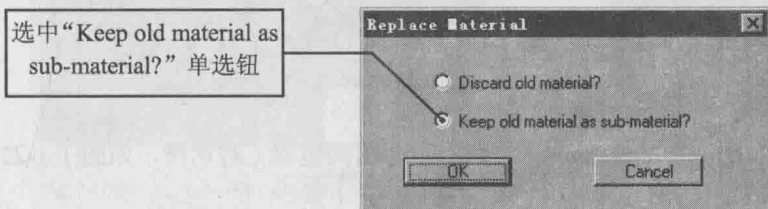

图 1-1-19
(13) 屏幕上出现了一个“Replace Material”（取代材质）对话框，如图 1-1-19。选中其中的“Keep old material as sub-material?”（用子物体材质取代原材质）单选按钮，然后单击“OK”按钮。